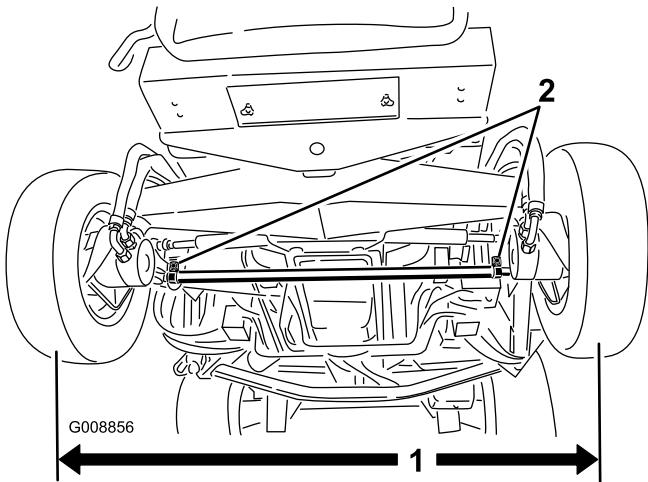

Bild 76
1. Messen Sie den Abstand vorne und hinten an den Lenkreifen Mitte-zu-Mitte (auf Achshöhe). Bild 76
2. Lockern Sie zum Einstellen der Vorspur die Klemmen an beiden Enden der Spurstangen (Bild 76).